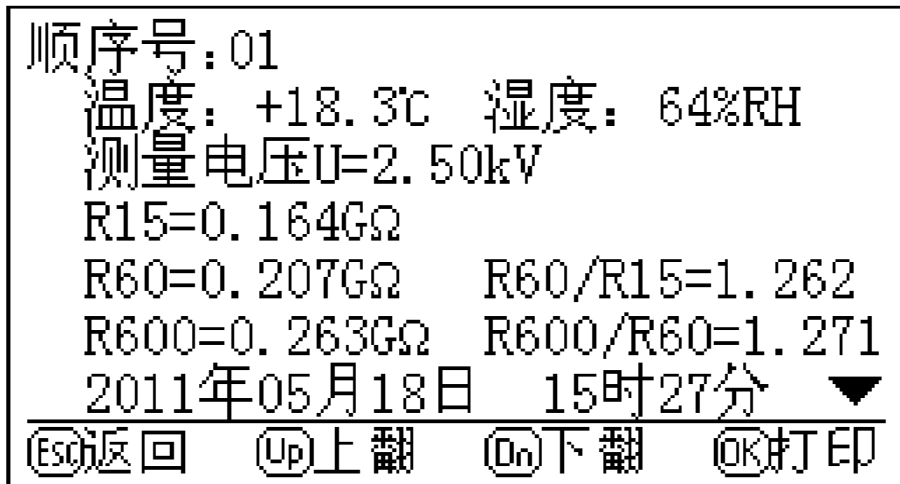

图 14
4.4 在图 2 所示的界面下，若选择记录查询操作，将会显示以前测量且存储的各组数据，如图 14 所示，可根据显示屏下方的按键功能提示进行上翻页、下翻页、数据打印等操作。